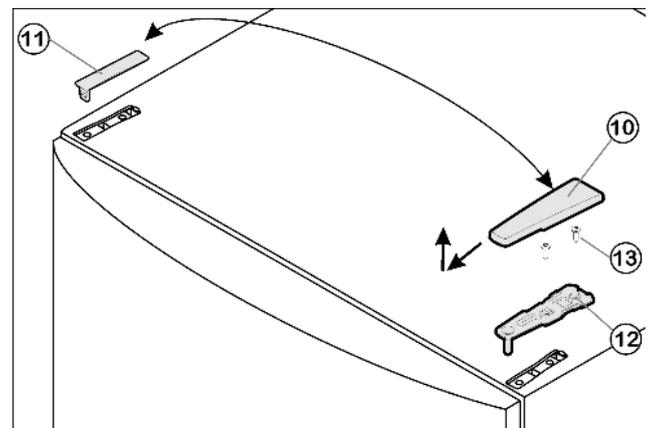

Fig. 4
- Enlever le cache Fig. 4 (10) vers l'avant et le haut.
- Retirer le cache Fig. 4 (11).
- Dévisser le support d'appui supérieur Fig. 4 (12) (2 Torx® 25) Fig. 4 (13) et retirer vers le haut.
- ▶ Placer le support d'appui supérieur Fig. 4 (12) sur le nouveau côté charnière de porte.
- ▶ Visser le support d'appui supérieur Fig. 4 (12) à fond (avec **4 Nm**) (2 Torx® 25) Fig. 4 (13). Pointer les trous de vissage ou utiliser une visseuse sans fil.
- ▶ Faire encliqueter le cache Fig. 4 (10) et le cache Fig. 4 (11) du côté opposé.